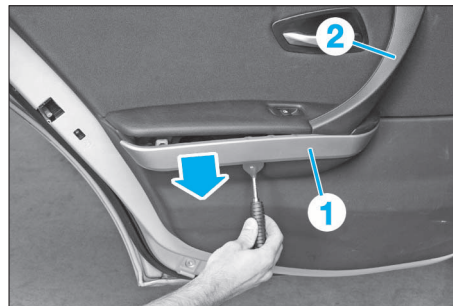

FIG. 62
- Démontez la moulure décorative (1) sur la garniture de porte puis le recouvrement de la poignée de porte (2) (Fig.62).